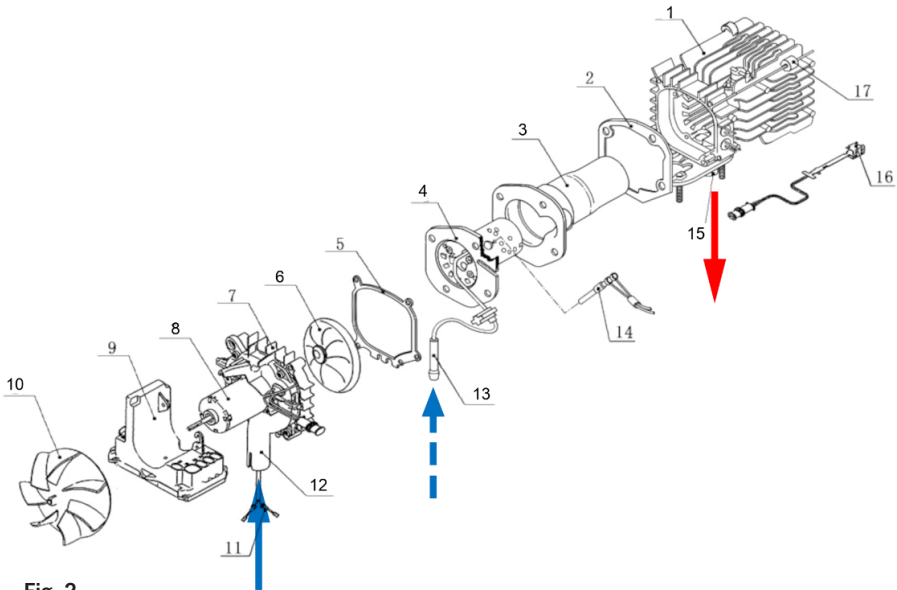

Fig. 2
Deze oven bestaat uit een brander [pag. 80 afb. 2 (4)] en een verbrandingskamer [pag. 80 afb. 2 (3)] die zich in een warmtewisselaar [pag. 80 afb. 2 (1)] bevinden
In deze doorgang wordt koude lucht aangezogen door de waaier [Fig. 1 (1)] [Pagina 80 Fig. 2 (10)]. Na het passeren van de warmtewisselaar wordt warme lucht uitgeblazen [Fig. 1 (2)].
Voor het verbrandingsproces moet de kachel van brandstof en verse lucht worden voorzien. De brandstof komt de brander binnen via de brandstofleidinginlaat [Afb. 1 (5)] [Pagina 80 Afb. 2 (13)] en wordt na verstuiving ontstoken door de gloeibougie [Pagina 80 Afb. 2 (14)]. De vlam komt in de spleet tussen de wanden van de brander [pagina 80 afb. 2 (4)] en de verbrandingskamer [pagina 80 afb. 2 (3)] aan de achterkant van de brander.
De toevoer van verbrandingslucht vindt plaats via de luchtinlaat [Afb. 1 (3)] [pag. 80 Afb. 2 (12)]. De ventilator voor de binnenlucht [pag. 80 Afb. 2 (6/8)] stuwt de lucht in de brander. Na de verbranding van het mengsel van lucht en verdampte brandstof wordt het rookgas via de rookgasafvoer [afb. 1 (4)] [pag. 80 afb. 2 (15)] afgevoerd.
De regelaar [Page 80 Fig. 2 (9)] bevindt zich in het voorste deel van het verwarmingselement achter de waaier van de verwarmingsluchtventilator. Zijn belangrijkste taken bestaan uit het verzamelen van alle gegevens van de verwarmer (bijv. temperatuursensoren, aandrijfkring, frequentie, toerental, spanning). Op basis van deze gegevens automatiseert de regelaar het verwarmingsproces, de systeembewaking en de afhandeling van systeemstoringen.
De oververhitting sensor [Pagina 81 Fig.3 (X3)] is geïnstalleerd op de achterste buitenwand van de warmtewisselaar [Pagina 80 Fig. 2 (16)]. Als de temperatuur van het aluminium hoger wordt dan een gedefinieerde bovengrens, wordt het brandstofpompcircuit door de regelaar afgesloten en wordt de brandstoftoevoer onmiddellijk gestopt. Vervolgens wordt ter bescherming tegen oververhitting de verwarming uitgeschakeld.